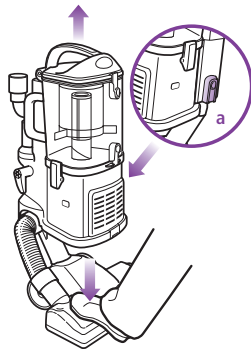

Fig. 9
**REMARQUE:** Pour changer les embouts de plancher appuyer sur bouton de dégagement rouge (a) sur le côté du chariot amovible, tenez doucement l'embout contre le sol avec votre pied et tirez le chariot amovible vers le haut. (Fig. 9)